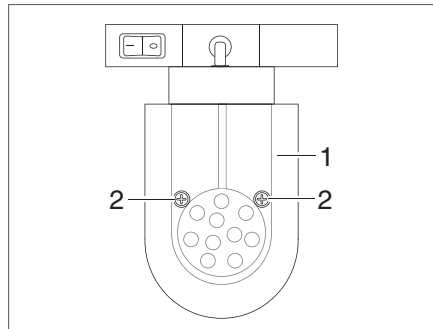

Fig. 295 Spots halogènes (coulissants)
- Desserrer les vis de fixation (Fig. 295,2).
- Retirer prudemment le verre de lampe (Fig. 295,1).